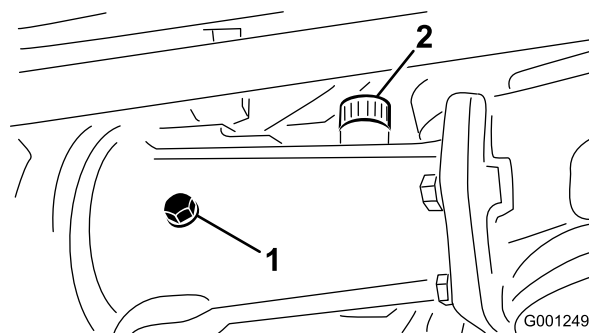
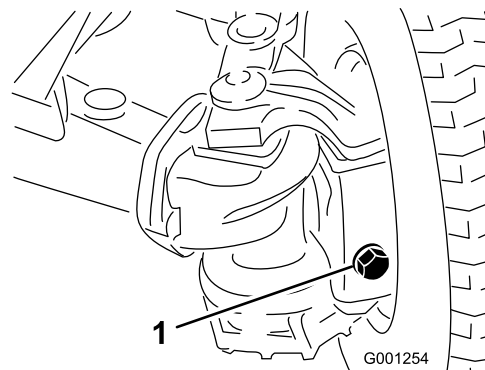

Figure 27
Figure 28
2. Retirez les bouchons de contrôle du pont et vérifiez que le lubrifiant atteint bien la base de chaque trou. Si le niveau est bas, retirez le bouchon de remplissage et ajoutez suffisamment de lubrifiant pour rectifier le niveau (Figure 27 et Figure 28).